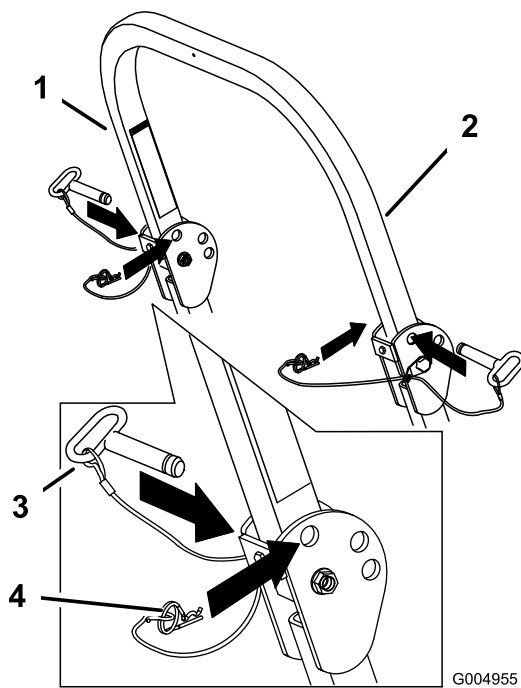

Figure 9
1. Retirez les goupilles fendues puis les deux axes (Figure 9).
3. Posez les deux axes et fixez-les avec les goupilles fendues (Figure 9).
4. Pour relever l'arceau de sécurité, retirez les goupilles fendues puis les deux axes (Figure 9).
5. Relevez complètement l'arceau de sécurité puis insérez les deux axes et fixez ces derniers avec les goupilles fendues (Figure 9).